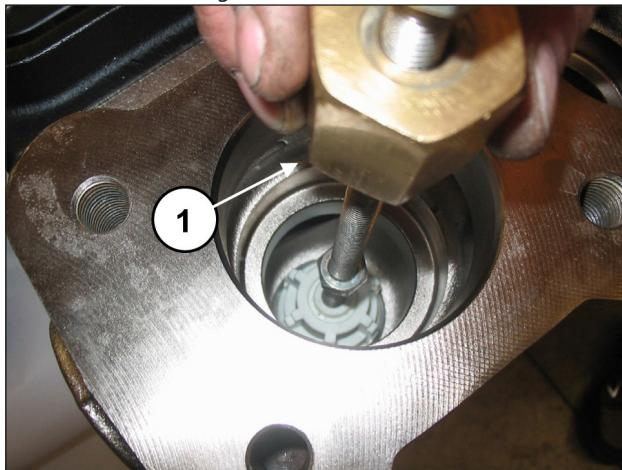

Abb. 94
Entfernen Sie die Saugventilgruppe mithilfe eines Abziehers mit Schlagwerk (Art. 27516400) an der Bohrung M10 der Ventilführung (Pos. ①, Abb. 94) oder, zusätzlich, eines eventuellen Adapters M10-M16 (Art. 25089700) am Gewinde M16 der Ventilführung.